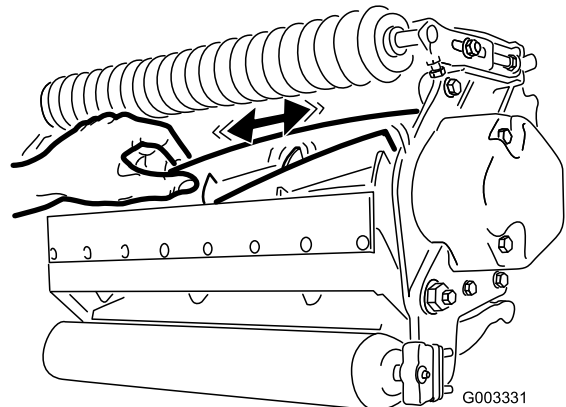

Figura 28
2. Usando un trapo o un guante grueso, sujete la cuchilla del molinete e intente mover el conjunto del molinete de un lado a otro (Figura 28).